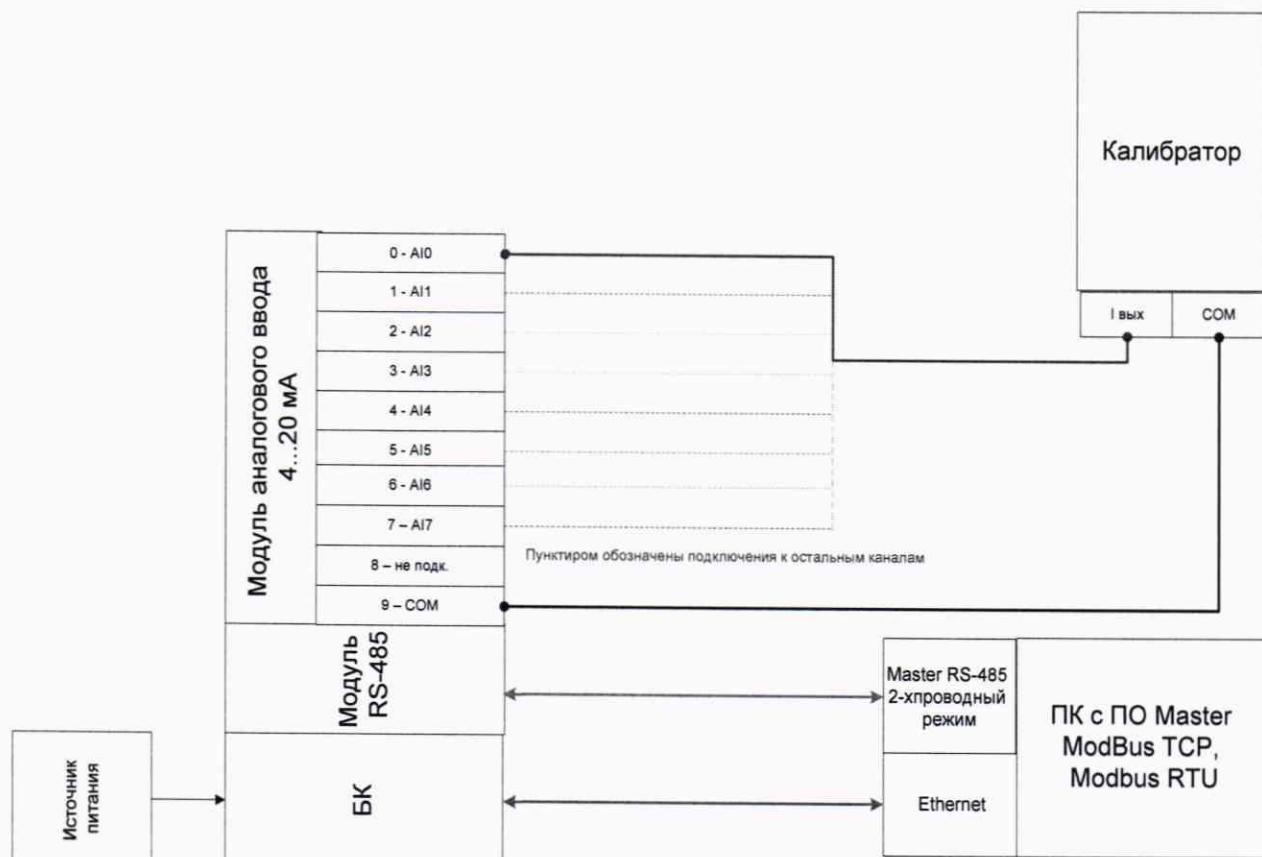

Рисунок 2 - Схема подключения калибратора к модулю аналогового ввода со входом 4...20 мА по току
- для канала со входом 4...20 мА к модулю аналогового ввода со входом по току(рис.2);
- для канала со входом 4...20 mA к модулю аналогового ввода со входом по току(рис.2);